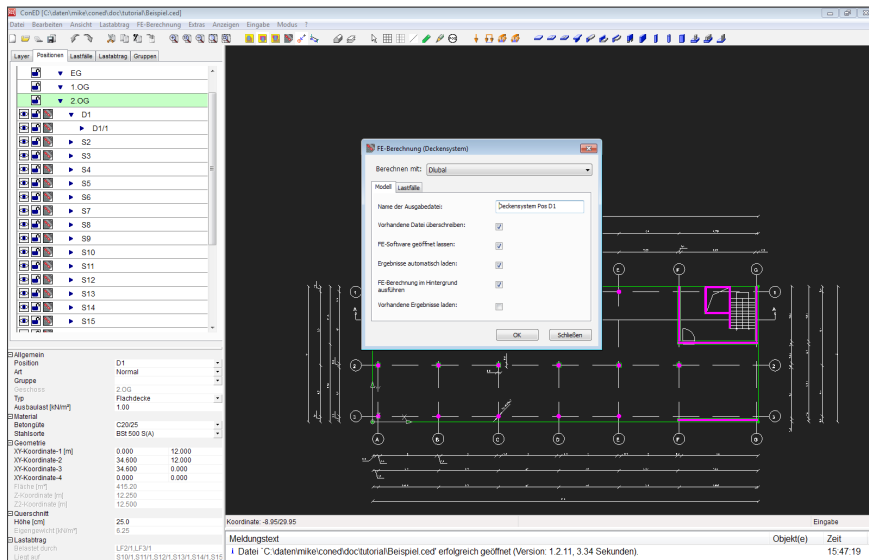

Bild 21: Dialog FE-Berechnung
- Bild 21: Dialog FE-Berechnung | **21**